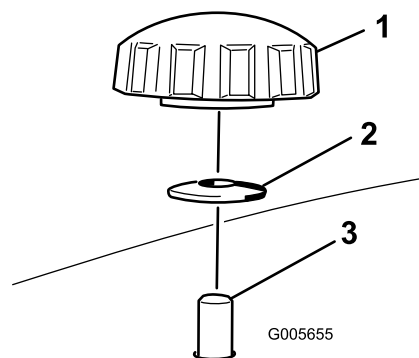

Figura 16
4. Remova os 2 manípulos e as anilhas curvas que fixam o abafador direito ao cortador (Figura 16).
5. Remova o abafador direito e baixe o defletor de relva por cima da abertura de descarga conforme indicado em Figura 16 e Figura 17.
5. Faça deslizar o abafador direito por debaixo da plataforma do cortador e fixe-o utilizando 2 manípulos e anilhas curvas (lado oval virado para o cortador) conforme indicado em Figura 16 e Figura 17.